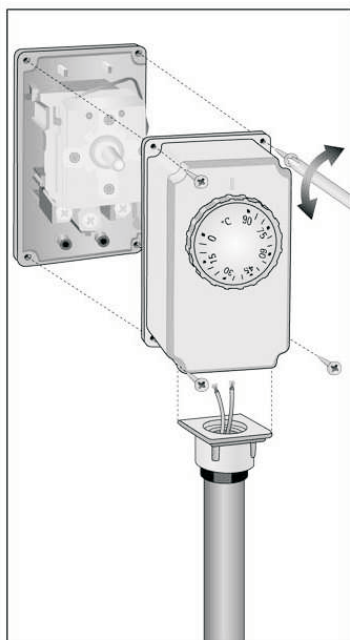

fig.5 - εικ.5
B) Rimuovere il coperchio dal prodotto svitando le quattro viti. Portare i fili dell'impianto attraverso l'apposito passacavo ed eseguire gli allacciamenti alla morsetteria ( fig.5 ) come indicato al paragrafo seguente "collegamenti elettrici". Riagganciare il coperchio al prodotto.
B) Loosen the four bolts to remove the cover from the product. Take system wires through cable guide and connect them to terminal board (fig. 5) as shown in the "Electrical connections" paragraph below. Refit product cover.